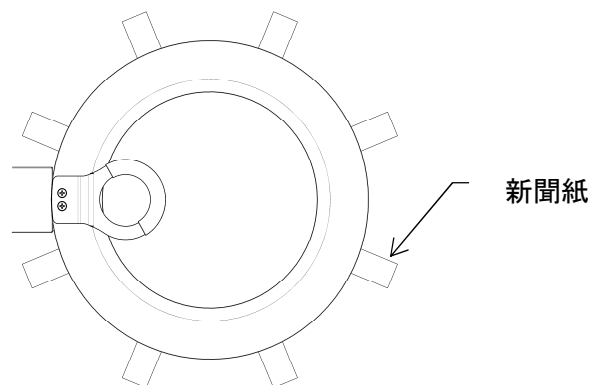

図8-13
- ・ その紙を(図8-13)の様にドアパッキンとドア口金の間に挟み、ドアを閉めます。この時、水分は十分拭取られ、しばらくドアを開放し乾燥されていなくてはなりません。